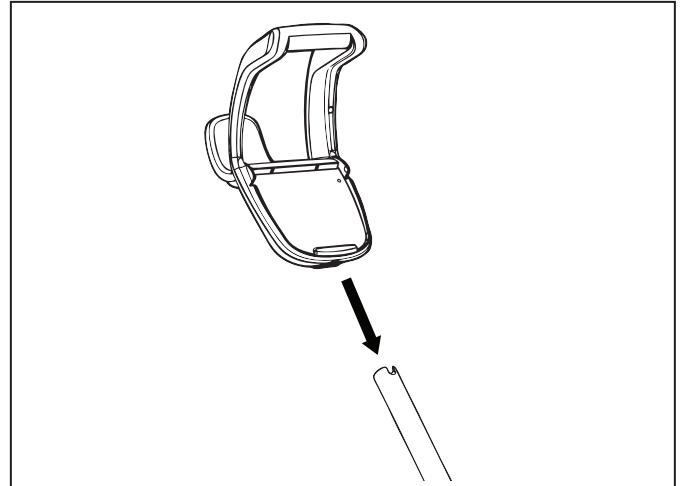

Figure 6. Fixer la poignée du chariot
- Faites glisser la fixation de la base du boîtier de commande/poignée de chariot sur le tube en métal jusqu'à ce qu'elle s'enclenche (Figure 6).